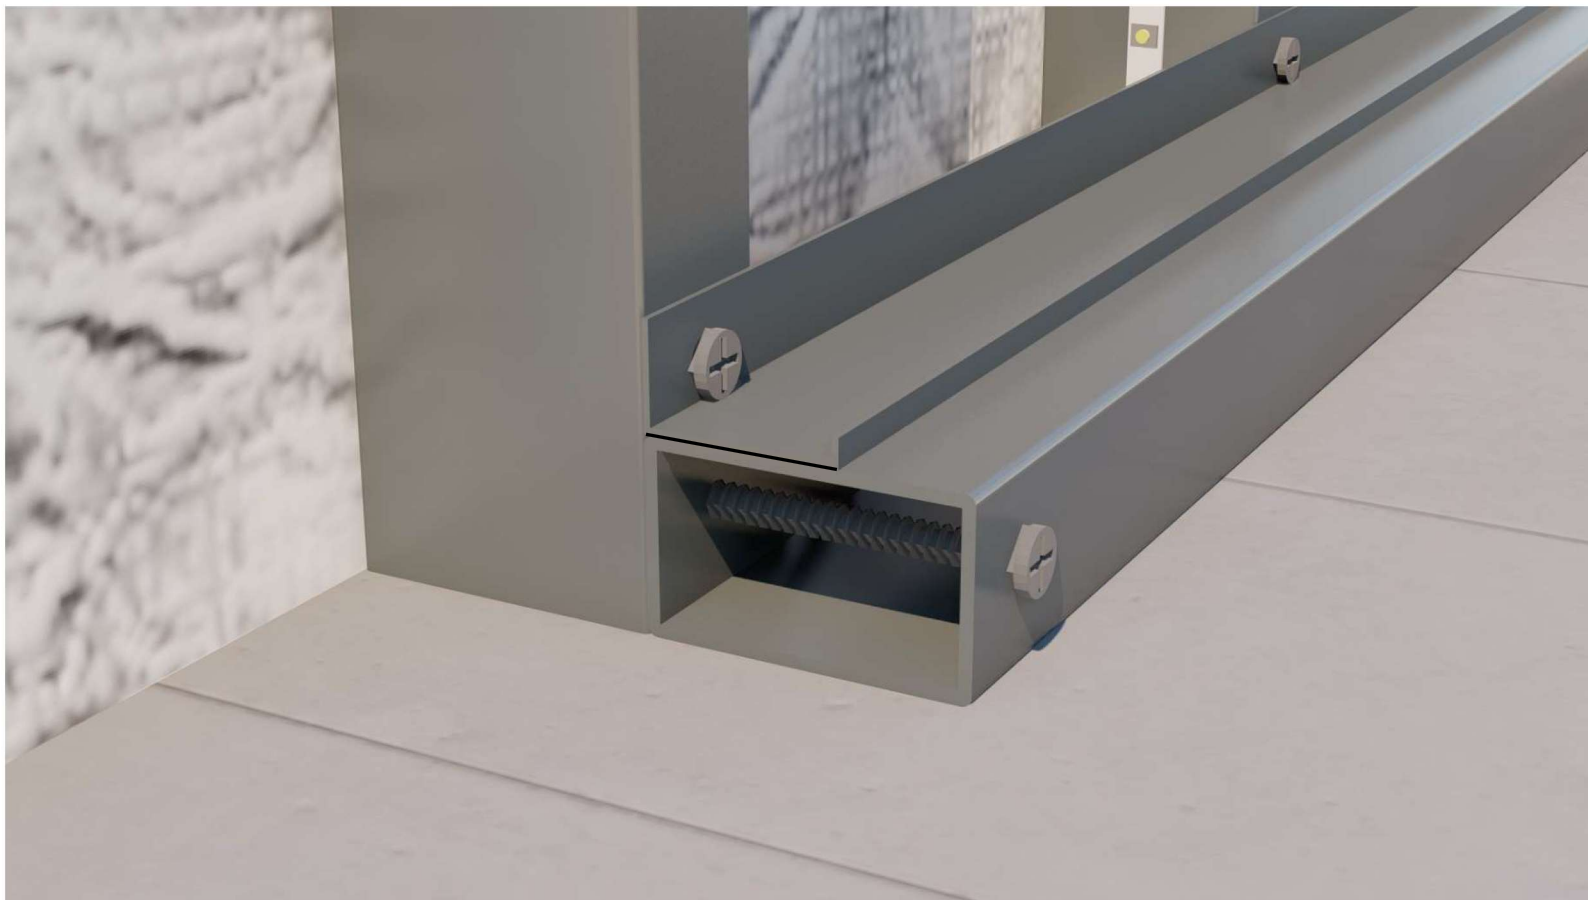

Рис. 9
1. Підрізаний “Н”-подібний профіль (Крок 5) покласти на горизонтальну трубу (Поз. 2) та прикріпити до вертикальних труб (Поз. 2), як показано на Рис. 9: